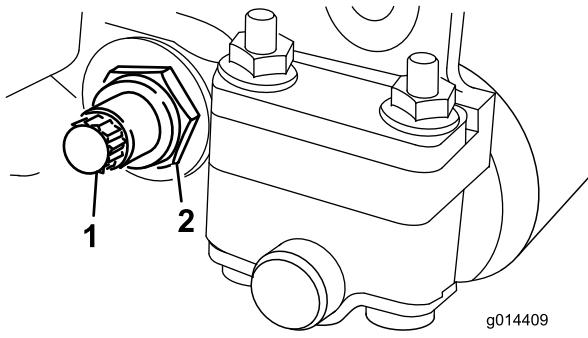
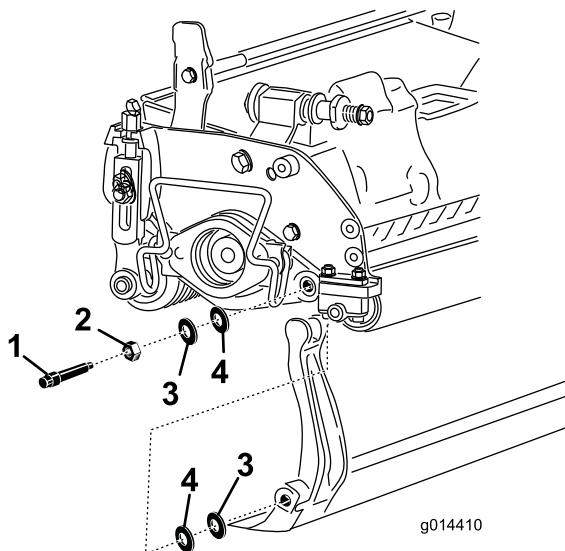

Figure 14
Figure 15
3. De chaque côté de la machine, desserrez le contre-écrou de fixation du boulon de la barre d'appui (Figure 14).
4. Retirez les boulons de la barre d'appui afin de pouvoir abaisser la barre et la déposer du boulon de la machine (Figure 14). Mettez de côté les deux rondelles en nylon et une des rondelles en acier estampé situées de chaque côté de la barre d'appui (Figure 15).
2. Fixez la barre d'appui sur chaque plaque latérale avec les boulons (munis d'écrous) et 4 rondelles (8 en tout). Placez une rondelle en nylon de chaque côté du bossage de la plaque latérale. Placez une rondelle en acier à l'extérieur de chaque rondelle en nylon (Figure 15).